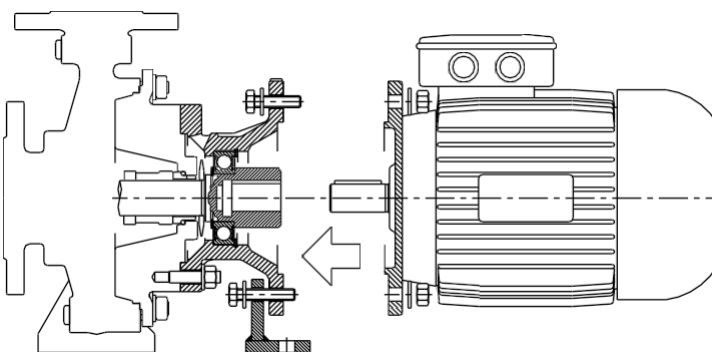

Fig. 23A
- Fäst elmotorn på pumpflänsen och se till att de två axlarna är i linje och att kilen passar in i kilspåret. Skruva fast enheten med de medföljande fästelementen och montera stödfoten om den är avsedd för den specifika pumpen (se fig. 23A).